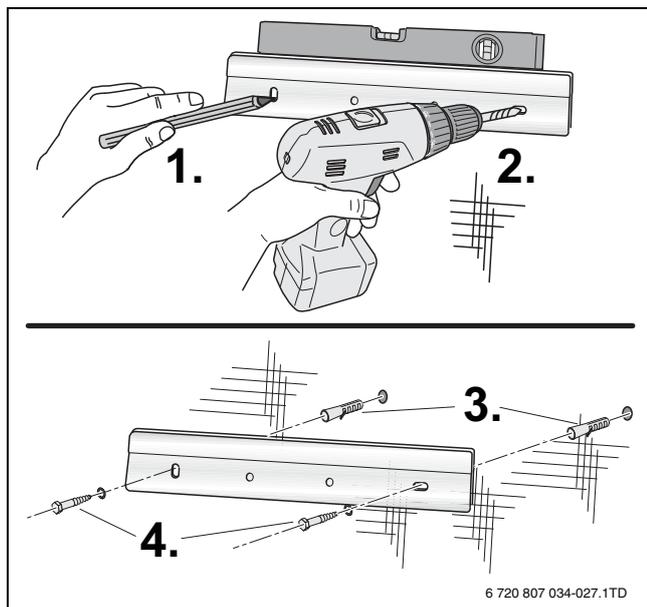

Рис. 10 Крепление планки для подвески
- ▶ Разметьте отверстия с помощью прилагаемой планки для подвески (→ рис. 10).